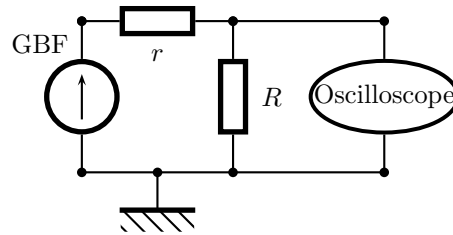

FIG. 5 – Oscilloscope en parallèle et GBF en modèle Thevenin
20. On étudie maintenant le circuit de la figure 5.